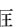

图 1-7 “文件打开”对话框
(1) 执行命令。单击快速访问工具栏中的“打开”按钮，执行打开文件命令。
(2) 选择文件。此时系统打开“文件打开”对话框，如图 1-7 所示。在此对话框中，可以选择并打开 Creo Parametric 的各种文件。单击“预览”按钮，可在此对话框的右侧打开文件预览框，预览所选择的文件。